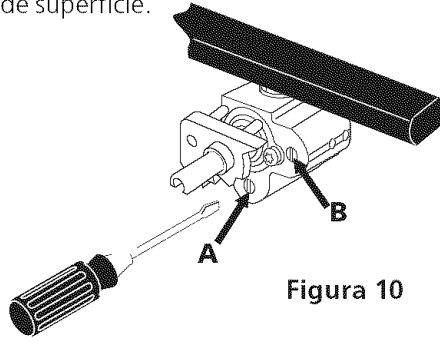

Figura 10
### 5. Ajuste bajo "LOW" para la válvula de quemador de superficie puente (Figura 10) (algunos modelos)
- e. El tamaño de la flama de la porción posterior del quemador puente puede aumentarse o disminuirse dándole vuelta al tornillo **A** (vea Figura 10). Utilice el tornillo **B** para ajustar el tamaño de la llama de la porción central del quemador puente. Dé vuelta en sentido opuesto de las manecillas del reloj para aumentar el tamaño de la llama. Dé vuelta en sentido a las manecillas del reloj para disminuir la llama. Ajuste la llama hasta que usted puede dar vuelta rápidamente a la perilla de la posición LITE a la POSICIÓN MÁS BAJA sin extinguir la llama. La llama debe ser tan pequeña como sea posible sin apagarse.